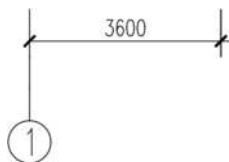

图 3-24 ①轴轴线标注
输入1//注写①轴轴线编号,并按ESC键,结束当前命令,如图3-24所示。